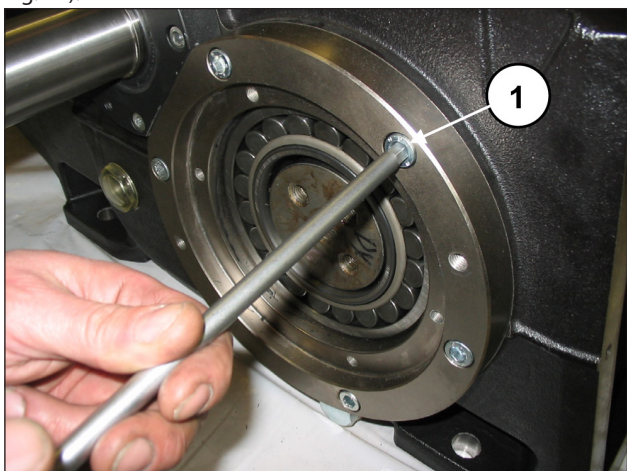

Fig. 22
Aflojar los tornillos de las dos tapas portacojinetes (pos. ①, Fig. 22).